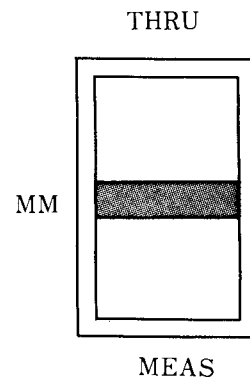

図1-5 検出装置コントロールユニットのディスプレイセクタ
- (2) 検出装置コントロールユニット(資料4参照)のディスプレイセクタ (DISPLAY SEL) ③をMMにセットする (図1-5)。